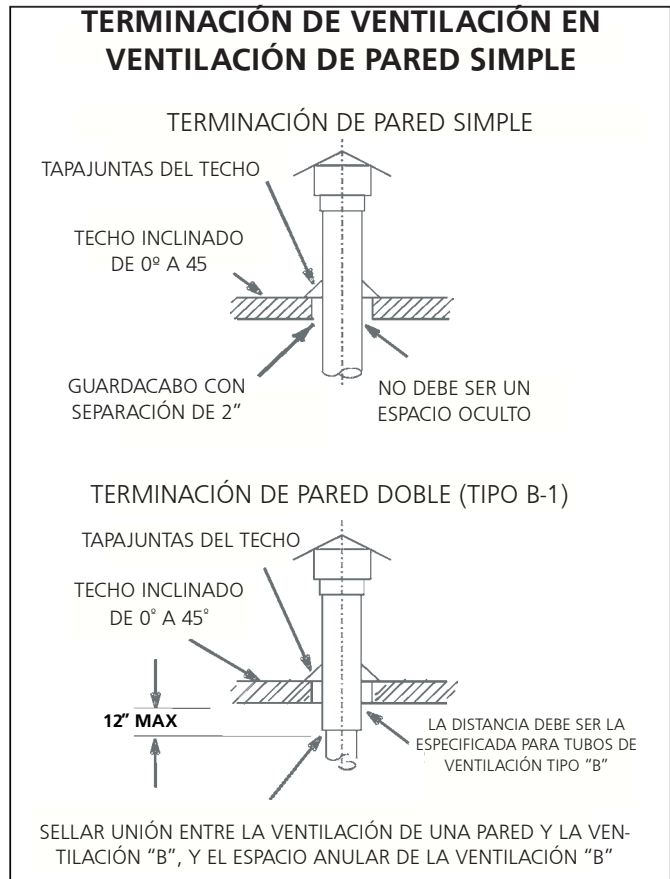

FIGURA 2
1. Los calefactores MHU deben usarse con chimeneas aprobadas por NFPA o ANSI, ventilaciones de gas tipo B-1 aprobadas por U.L., tuberías metálicas de una sola pared o con un sistema de revestimiento de chimenea para ventilación de gas cuando corresponda, así como con las modificaciones y limitaciones enumeradas en la **figura 2**. Selle los materiales de ventilación de una sola pared de acuerdo con la sección **A - Recomendaciones generales y requisitos**.
- Cuando la terminación pase por una pared exterior combustible, hay que sujetar la ventilación utilizando un guardacabo con la separación indicada. Selle la conexión entre los conductos de una sola pared y de doble pared, y el espacio anular del conducto de doble pared como se muestra en la figura 2. El borde interno de la T de la terminación de ventilación debe estar a por lo menos 12" de la pared exterior, como se muestra en la **figura 3**.